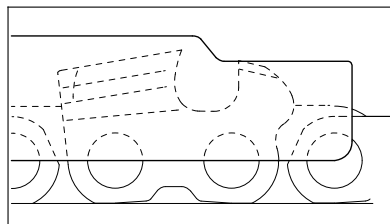

Рис. 70
- Наложите на пильную цепь опилочный шаблон – наивысшая точка ограничителя глубины должна находиться на одном уровне с опилочным шаблоном (рис. 70)